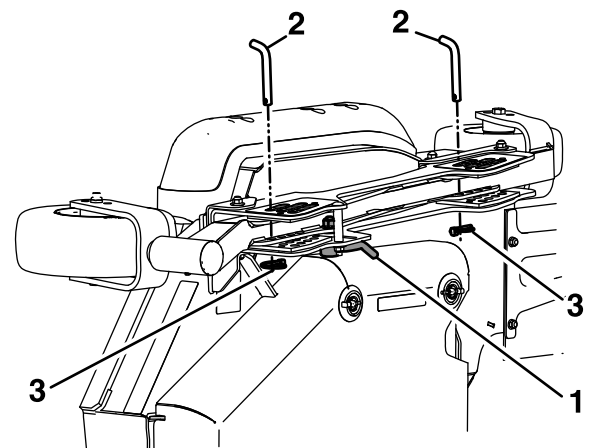

Figura 78
3. Abra los bloqueos de leva de las carcasas laterales derecha y izquierda (Figura 78).
4. Retire y guarde el pasador de altura de corte de la carcasa lateral (Figura 78).